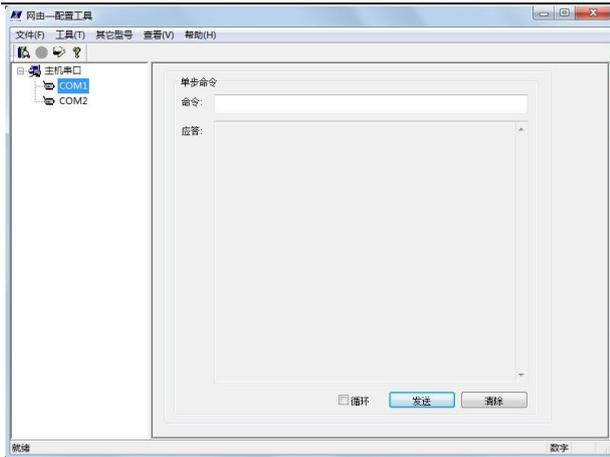

图 6-4
- 5、点击  工具 (工具栏第三个) 进入等待状态，如图 6-4 所示；